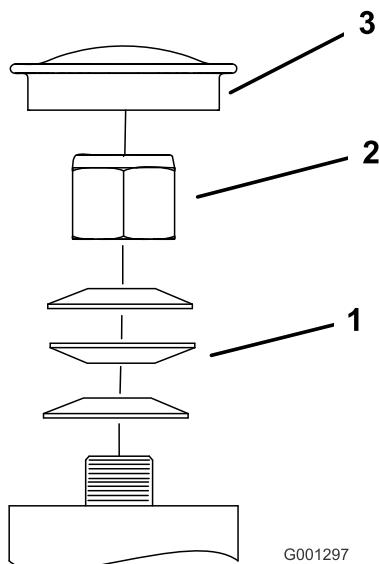

Figura 52
3. Retire el tapón anti-polvo de la rueda giratoria y apriete la contratuerca (Figura 52).
4. Apriete la contratuerca hasta que las arandelas de muelle estén planas, luego afloje 1/4 de vuelta para establecer la pre-carga correcta de los cojinetes ().Figura 52
- Importante:** Asegúrese de que las arandelas de muelle están correctamente instaladas, según se muestra en Figura 52.
5. Coloque el tapón anti-polvo (Figura 52).